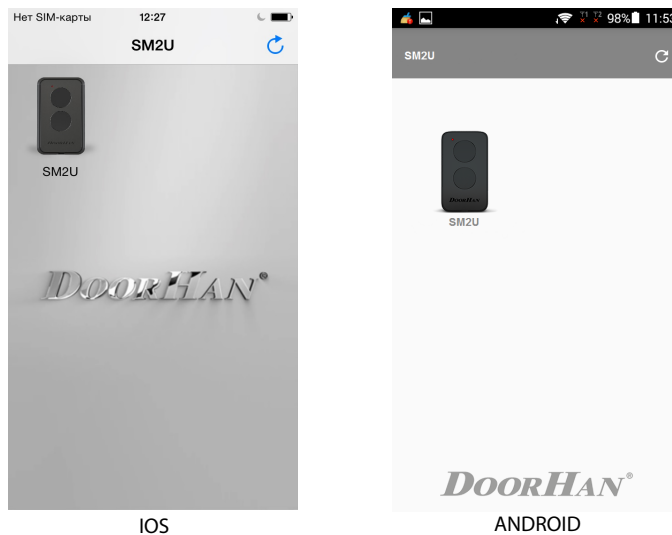

Рисунок 1
4. Запустите приложение «DoorHan Smart». Появится экран с названием текущей WiFi-сети «SM2U» на котором присутствует иконка (в виде пульта Transmitter-2PRO) с именем «SM2U». Если иконка отсутствует, то нажмите на значок  в правом верхнем углу (Рисунок 1);